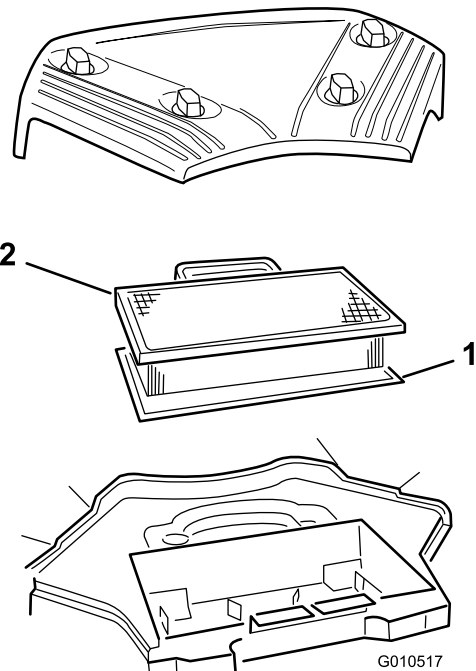

Figura 21
3. Retire el filtro de papel y el de gomaespuma (Figura 21).